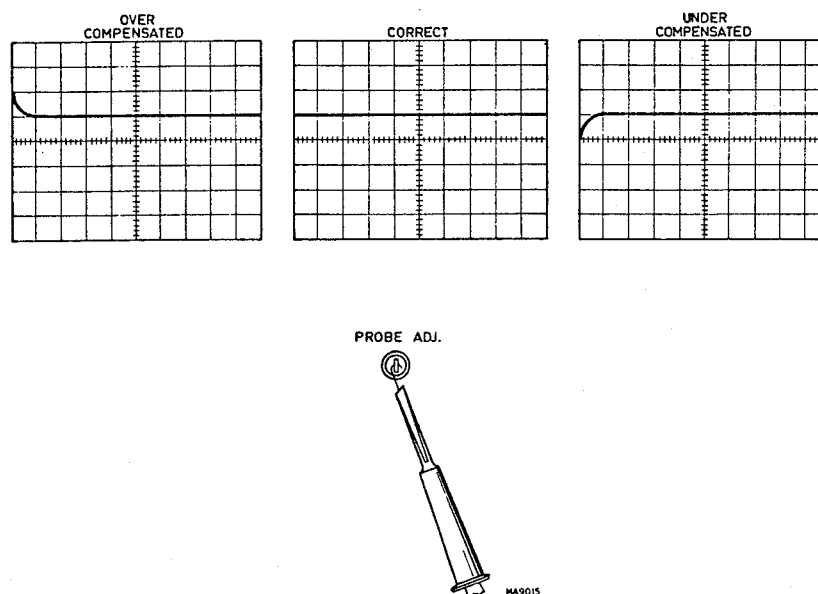

Fig. 2.4. Réglage des sondes PM 9336, PM 9336L et PM 9358
- Mettre le commutateur AMPL/DIV (862) sur 5 mV/div.
- Connecter la boîte de compensation à la douille A (851) et placer l'extrémité de sonde sur la borne PROBE-ADJ (854).
- Introduire un petit tournevis dans l'ouverture de la boîte de compensation; régler ainsi le trimmer afin d'obtenir une représentation correcte comme illustré à la figure 2.4.